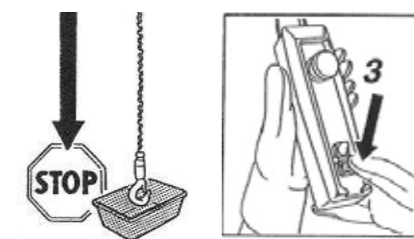

fig.147
17. Premere il pulsante "3" di discesa del gancio fino all'arresto in finecorsa di discesa. (fig.147)